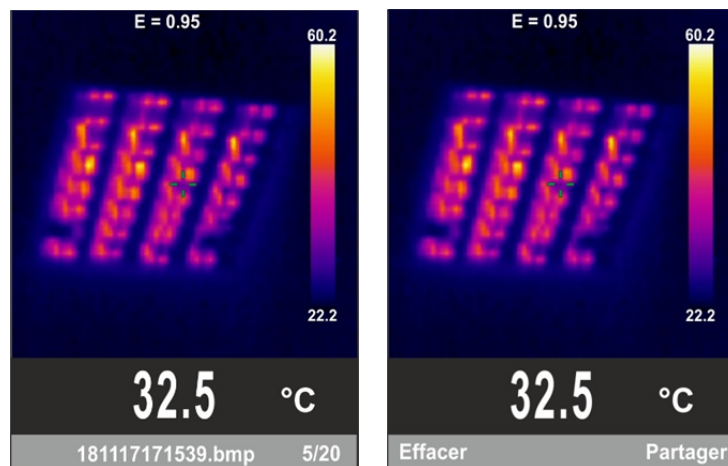

Fig. 17: Ouverture et suppression d'une image IR
10. Entrer dans le Menu général pour revoir le résultat enregistré (voir Fig. 17 – partie de gauche)
11. Appuyer sur la touche **T** pour entrer dans la section de suppression de l'image (voir Fig. 17 – partie de droite) et sélectionner l'option « Supprimer » pour supprimer l'image sans aucun message de confirmation ou appuyer sur la touche **ESC** pour revenir à la page-écran de mesure